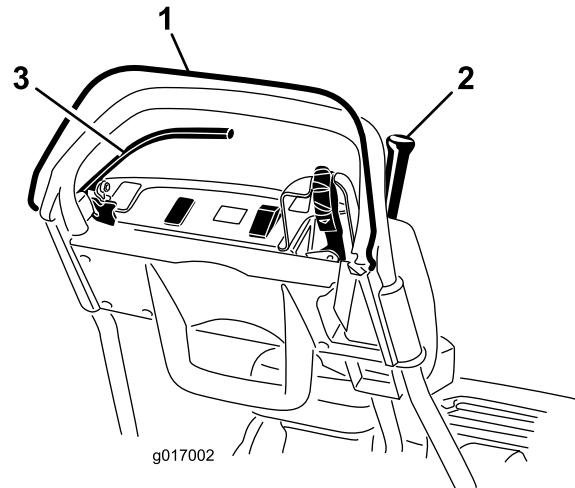

图36
2. 放开操作员到位控制装置后尝试接合牵引杆 图36。牵引杆应该不能接合。如果牵引杆能够接合则需要对联锁系统进行维修。请在操作机器之前解决该问题。
3. 压下操作员到位控制装置并接合牵引杆然后松开操作员到位控制装置 图36。牵引杆应脱离。如果牵引杆不能分离则需要对联锁系统进行维修。请在操作机器之前解决该问题。
4. 压下操作员到位控制装置并将换档控制杆移至左侧接合牵引和滚刀驱动装置然后松开操作员到位控制装置 图36。牵引杆应脱离。如果牵引杆不能分离则需要对联锁系统进行维修。请在操作机器之前纠正该问题请参阅 维护牵引联锁开关 \(页码 30\)。